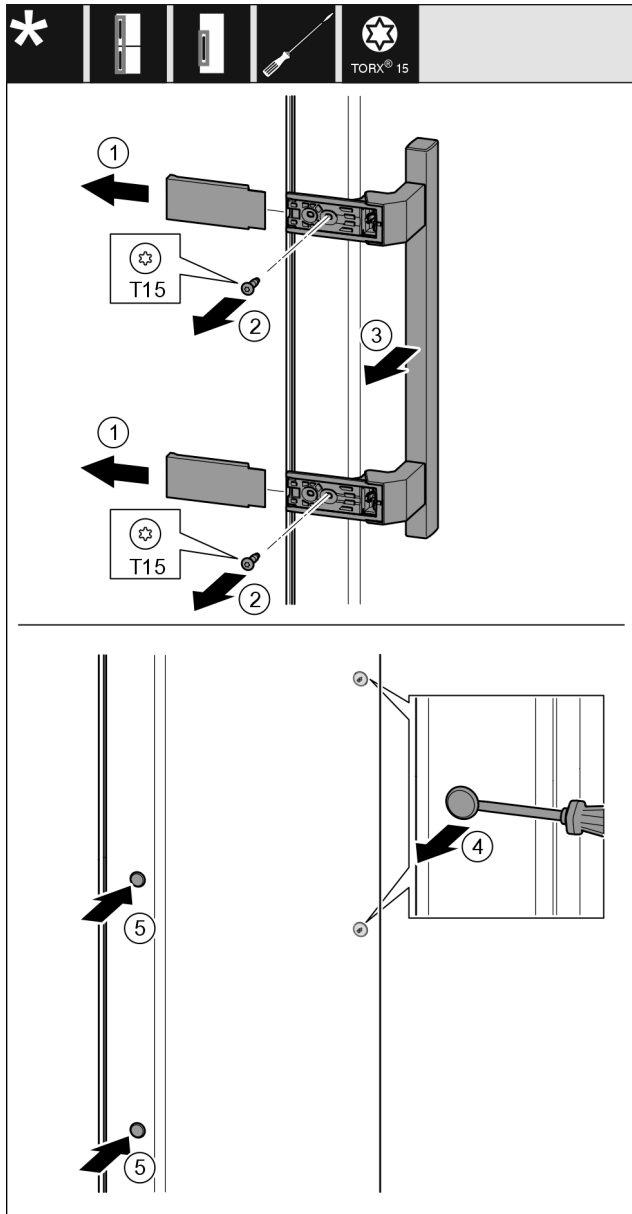

Fig. 54
- ▶ Снимите крышку Fig. 54 (1).
- ▶ Выкрутите винты Fig. 54 (2) отверткой.
- ▶ Снимите ручку Fig. 54 (3).
- ▶ Осторожно приподнимите шлицевой отверткой боковую заглушку Fig. 54 (4) и извлеките ее.
- ▶ Снова установите заглушку Fig. 54 (5) с другой стороны.